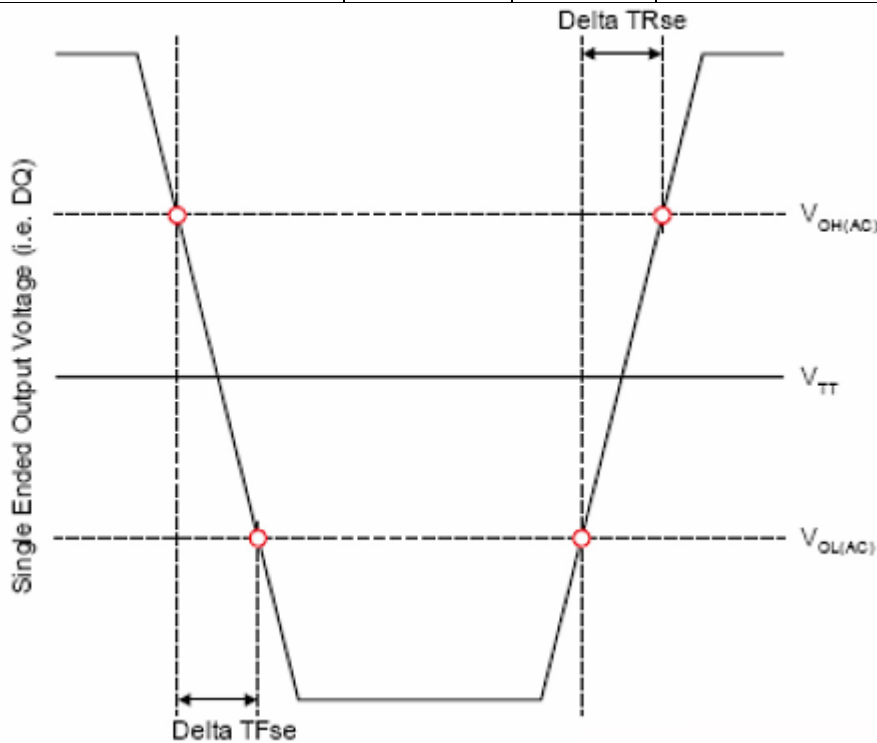

图 7.9 单端输出斜率的定义
作为时序测量的参考负载，单端信号的下降沿和上升沿输出斜率的定义和测量在VOL (AC) 和VOH (AC) 之间，如表 7.21 和图 7.9 所示。